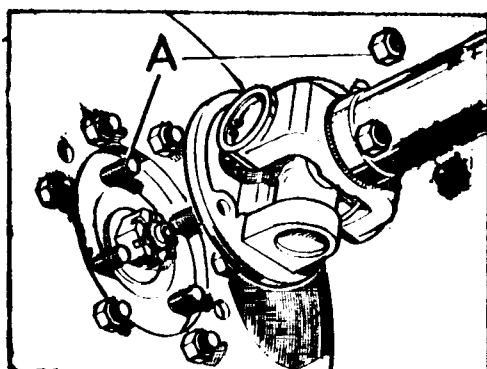

Fig. C-14 Arbol de transmisión para -
- 1.3. Extraer las tuercas, A (Fig. C-14), del árbol de transmisión trasero y desplazarlo para dejar libre la caja de velocidades.
- 1.2. Desconectar el árbol de transmisión trasero (Fig. C-14), y desplazarlo para dejar libre el freno a la transmisión.
- 1.2. Desconectar el cable del velocímetro, C (Fig. C-14) soltando los tornillos, A.